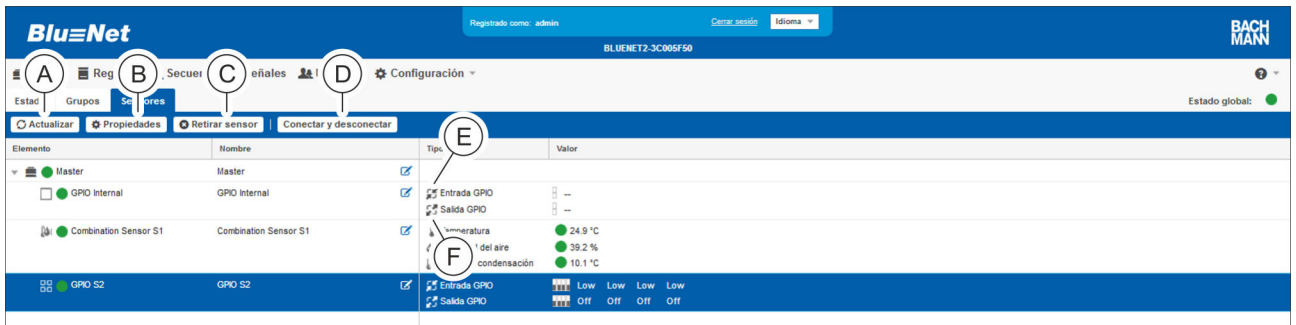

Fig. 115: Menú "Estado" – pestaña "Sensores" (módulo GPIO)
3. Seleccione el módulo GPIO (Fig. 115/Ⓔ).
4. Abra la vista detallada con el botón "Propiedades" (Fig. 115/Ⓢ).
1. Seleccione la entrada o salida correspondiente en la vista detallada (Fig. 115).
1. Seleccione el botón "Conectar y desconectar" (Fig. 115/Ⓢ).